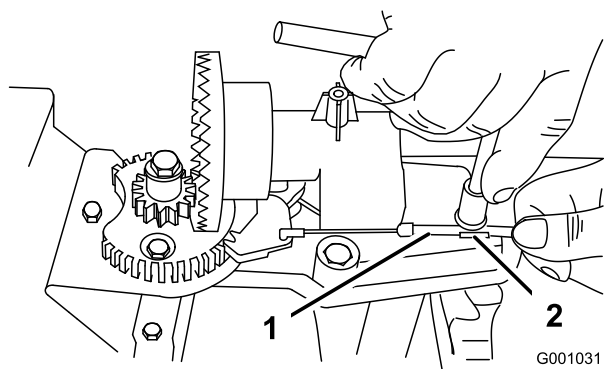
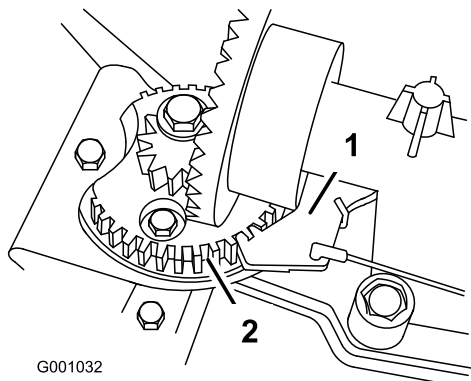

Рисунок 50
Рисунок 51
2. Ослабьте затяжку болта на хомуте кабеля (Рисунок 50).
3. Захватите кабельный трубопровод и перемещайте его по направлению к передней части машины до тех пор, пока фиксатор желоба не войдет полностью в зацепление с зубчатой передачей редуктора (Рисунок 50 и Рисунок 51).
Примечание: Фиксатор пружинен, и под действием пружины стремится войти в зацепление с шестерней редуктора (Рисунок 51).